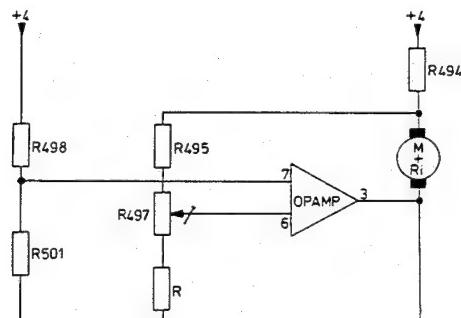
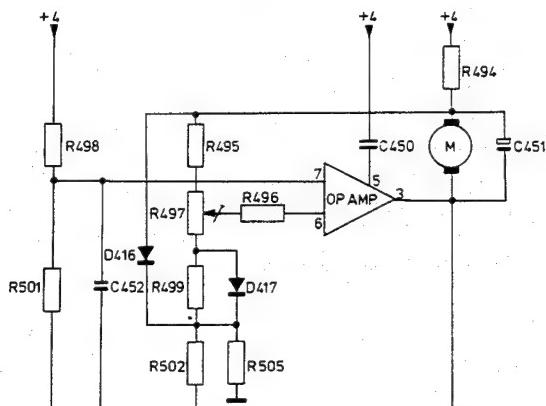
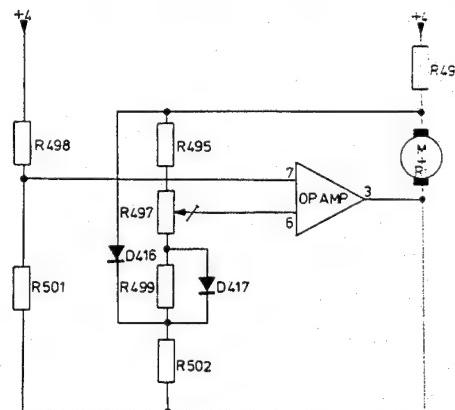
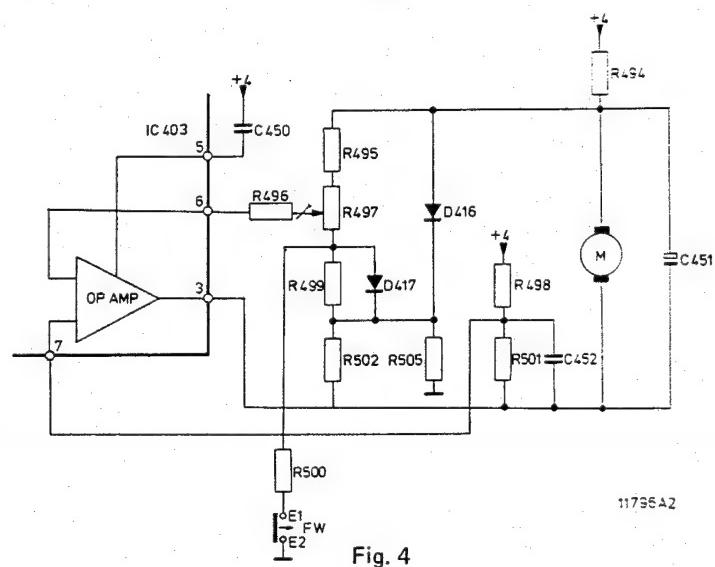

Fig. 1
Fig. 3
Fig. 2
Fig. 4
For controlling the motor speed an operational amplifier (opamp) in IC403 is used (Fig. 1). This opamp has two inputs (7 and 6) and 1 output (3). At the input the difference voltage between R498/R501 and slider R497 is measured continuously. With R497 the voltage at point 6 is so adjusted that the motor has the right rpm. As connecting point for the two networks, point 3 of the opamp has been chosen. R494 is used for measuring the motor current.
The  $R_i$  of the motor changes under influence of the temperature. To ensure that the motor speed is not affected, diodes D416 and D417 have been fitted (Fig. 2). Besides, R has been split up in R499 and R502, so that R497 can be easier adjusted.
In fast-winding (FW) position, point 6 of the opamp is connected to chassis via R497 and R500 (Fig. 4). As a result, the voltage across the motor increases from 6 V to approx. 12 V and the number of revolutions of the motor is doubled.
Voor de regeling van de motorsnelheid wordt gebruik gemaakt van een operationele versterker (opamp) in IC403 (Fig. 1). De opamp heeft 2 ingangen (7 en 6) en 1 uitgang (3). Aan de ingang wordt de verschilspanning tussen R498/R501 en loper R497 continu gemeten. Met R497 wordt de spanning op punt 6 zo ingesteld dat de motor het juiste toerental heeft. Als onderste referentie voor beide takken is punt 3 van de opamp gekozen.
De  $R_i$  van de motor verandert onder invloed van de temperatuur. Om verandering van het toerental te voorkomen zijn de diodes D416 en D417 aangebracht (Fig. 2).
C451 dient om motorstroomimpulsen te onderdrukken (Fig. 3), C450 en C452 om parasitair oscilleren van de regeling te voorkomen, terwijl C450 ook nog grote inschakelstromen voorkomt. R505 dient om de afhankelijkheid van de voedingsspanning te korrigeren.
In stand snelspoelen (FW) wordt punt 6 van de opamp via R497 en R500 met massa verbonden (Fig. 4). Hierdoor stijgt de spanning over de motor van ca. 6 V tot ca. 12 V en het toerental van de motor wordt verdubbeld.
Pour la commande du moteur, il est fait usage de l'amplificateur opérationnel (opamp) dans le CI403 (fig. 1). Cet amplificateur possède deux entrées (7 et 6) et une sortie (3). A l'entrée la tension de différence entre R498/501 et le curseur R497 est continuellement mesurée. Par R497, la tension sur le point 6 est réglée de façon que le moteur ait le nombre exact de tours. Le point 3 de l'amplificateur opérationnel a été choisi comme référence inférieure. R494 sert à mesurer le courant de moteur. La Ri du moteur varie selon la température. Afin d'éviter les variations du nombre des tours, les diodes D416 et D417 (fig. 2) ont été montées. R est subdivisé en R499 et R502, ce qui facilite le réglage de R497. C451 sert à la suppression d'impulsions du moteur (fig. 3), C450 et C452 servent à empêcher l'oscillation parasite de la régulation alors que C450 empêche des courants d'enclenchement trop élevés de passer. R505 sert à corriger la dépendance de la tension d'alimentation. R496 ne possède pas de fonction électrique et ne sert qu'à la liaison entre deux tracés imprimés. En position bobinage en avant (FW) le point 6 de l'amplificateur opérationnel est branché à la masse à travers R497 et R500 (fig. 4). La tension sur le moteur augmente jusqu'à env. 12 V (de 6 V) et le nombre de tours du moteur double.
Zum Regeln der Motordrehzahl benutzt man einen Operationsverstärker in IC403 (Abb. 1). Dieser Verstärker hat zwei Eingänge (7 und 6) und einen Ausgang (3). An diesen Eingängen wird die Differenzspannung zwischen R498/R501 und dem Schleifer von R497 kontinuierlich gemessen. Mit R497 wird die Spannung an Punkt 6 so eingestellt, dass der Motor die richtige Drehzahl hat. Als untere Referenz für beide Zweige in Abb. 1 wurde Punkt 3 des Verstärkers gewählt. Mit R494 wird der Motorstrom gemessen.
Der Ri des Motors ändert sich unter dem Einfluss der Temperatur. Die Dioden D416 und D417 (Abb. 2) verhindern eine Änderung der Motordrehzahl. Außerdem besteht R aus R499 und R502, wodurch R497 sich leichter einstellen lässt.
C451 (Abb. 3) unterdrückt Motorstörpulse.
In Stellung schneller Vorlauf (FW) wird Punkt 6 des Verstärkers über R497 und R500 mit Masse verbunden (Abb. 4). Demzufolge steigt die Spannung über dem Motor von ca. 6 V auf ca. 12 V; die Drehzahl verdoppelt sich dann.
Per il comando del motore è stato usato un amplificatore operazionale (opamp) nel CI403 (fig. 1).
R494 serve per misurare la corrente del motore. La  $R_i$  del motore varia a seconda della temperatura. Per evitare le variazioni della velocità, sono state montati i diodi D416 e D417 (fig. 2). R viene suddiviso in R499 e R502, il chè facilita la regolazione di R497.
C451 serve a sopprimere gli impulsi del motore (fig. 3), C450 e C452 servono ad evitare l'oscillazione parasite della regolazione e C450 impedisce che correnti di innesto troppo alti, passino. R505 serve alla correzione della dipendenza della tensione rete.
In posizione avvolgimento rapido (FW) il punto 6 dell'amplificatore operazionale è collegato a massa tramite R497 e R500 (fig. 4). La tensione sul motore aumenta fino a circa 12 V (da 6 V) e il numero dei giri raddoppia.
In Abbildung 1 ist das Spektrum eines UKW-Stereosignals mit Verkehrsfunkinformation dargestellt.